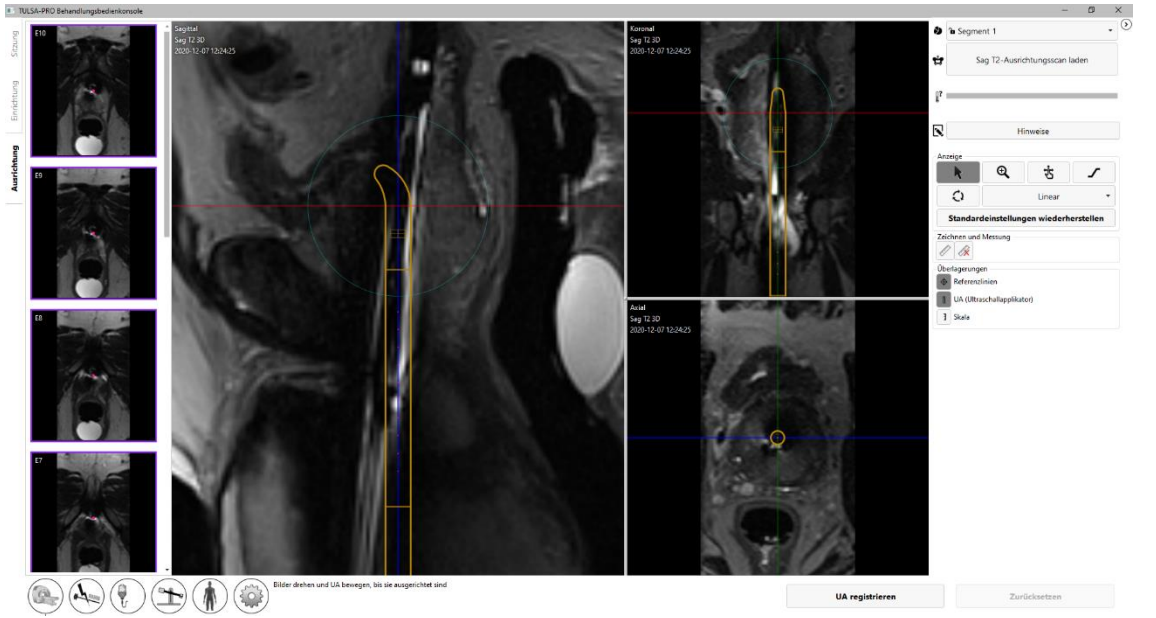
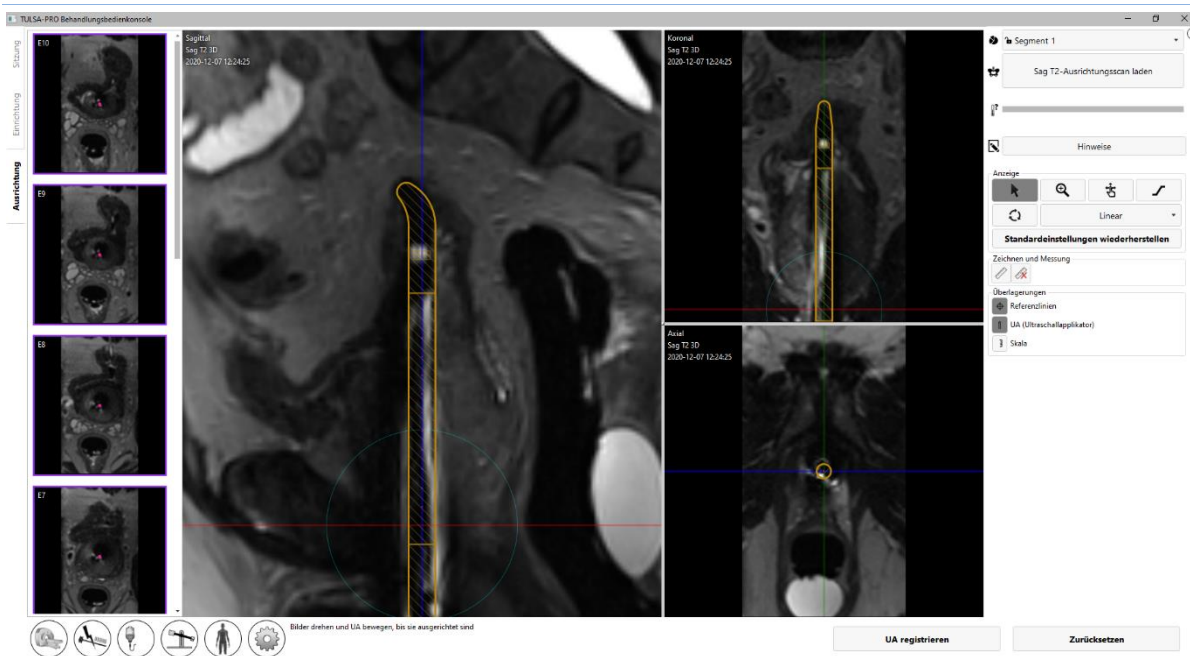

Abbildung 64: UA vor der Ausrichtung
Abbildung 65: UA nach der Ausrichtung
**Radiologe:** Bestimmen Sie mithilfe der TDC-Software Position und Lagewinkel des UA. Eine genaue Ausrichtung ist entscheidend für eine sichere und effektive Wärmezufuhr innerhalb des gewünschten Gewebevolumens. Sie sollten die grafische Darstellung des UA (aus der TDC-Software) mit dem tatsächlichen UA auf dem MRT-Bild abstimmen. Richten Sie die UA-Länge an sagittalen und koronalen Ausrichtungen aus und zentrieren Sie diese mit den transversalen Ausrichtungen. Der obere horizontale Rand des UA-Fensters auf der grafischen Überlagerung muss mit dem Rand des UA-Fensters auf den SAG T2-Bildern übereinstimmen, der als hell-zu-dunkel-Übergang sichtbar ist (hochgradig intensives Signal innerhalb des akustischen Fensters). Ebenso muss sich die kreisförmige grafische Überlagerung in der transversalen Ansicht vollständig mit dem Querschnitt des eigentlichen UA überlappen. Ein Beispiel für den UA in MR-Bildern vor und nach der Ausrichtung ist unten in *Abbildung 64* und *Abbildung 65* dargestellt.